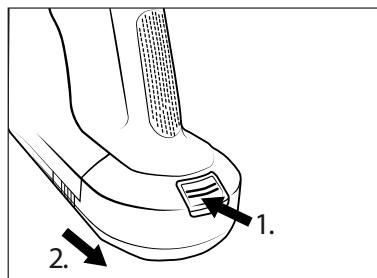

Fig. 13
- ◆ Pentru a înlătura acumulatorul **2** din aparat țineți apăsată tasta de deblocare a acumulatorului **1** și trageți acumulatorul **2** din aparat (a se vedea fig. 13).